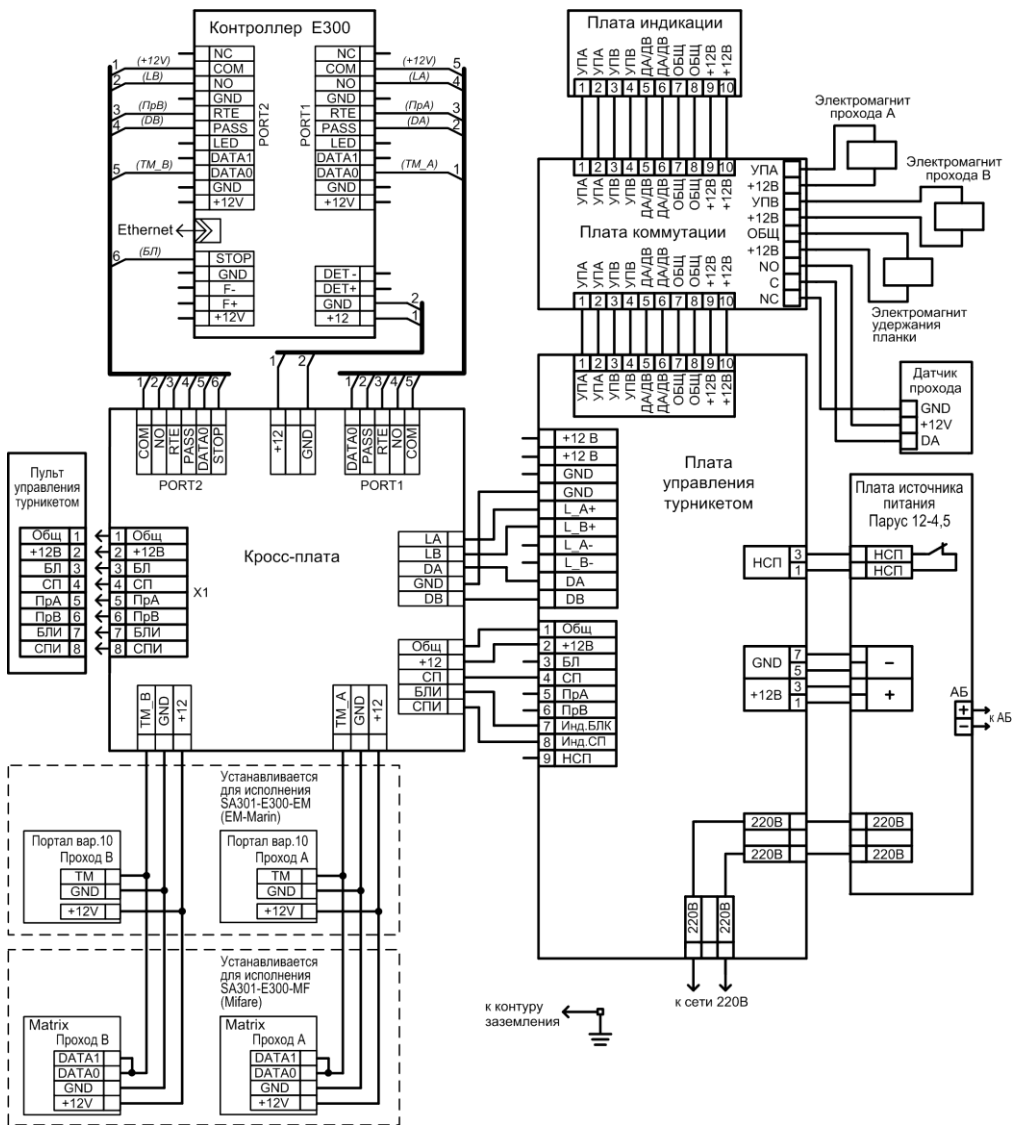

Рис.7 Схема электрическая соединений
- подключите кабель пульта управления к клеммнику Х1 кросс-платы турникета и к клеммнику пульта (выкрутите два винта по бокам пульта, снимите крышку, на крышке пульта расположена плата с клеммником, подключите кабель согласно схеме подключения – рис.7, проденьте кабель в паз в основании пульта, зафиксируйте кабель хомутом, соберите пульт);